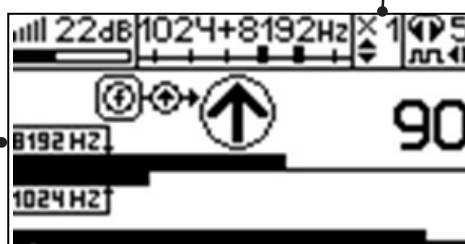

Рис. 8.4
4. «Назначение» производится нажатием кнопки **f** при расположении датчика точно над «выделенной» коммуникацией, считающейся «своей». После этого указатель направления сигнала приобретает вид - (↓). При переходе на «чужую» коммуникацию с другим «направлением сигнала» (или при изменении положения датчика на «обратное») раздастся звук и стрелка покажет «направление сигнала - назад» (↙) (рис. 8.4)
**Методика:** Производя трассировку с применением ЭМД на низкой активной частоте (512Гц / 1024Гц) (*см. раздел активный трассопоиск*), наблюдать за уровнем сигнала. Локальное повышение и резкое уменьшение уровня указывают на вероятность наличия дефекта изоляции. (*рис. 8.4*) При этом величина сигнала может меняться по различным причинам: положение датчика, глубина залегания кабеля, наличие мешающих конструкций. Поэтому таким методом можно обнаружить лишь «низкоомные» дефекты сопротивлением менее 1кОм.